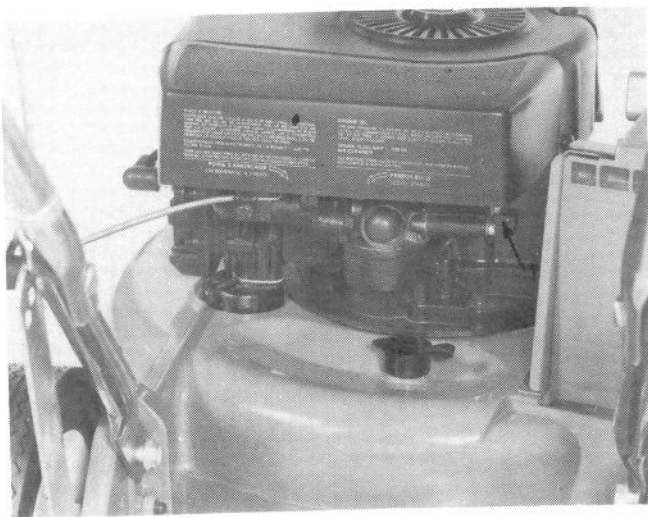

Figure 29
2. Placez vos doigts sous le côté droit du couvercle et levez-le (Fig. 29). Nettoyez l'intérieur et l'extérieur du couvercle s'il est encrassé.